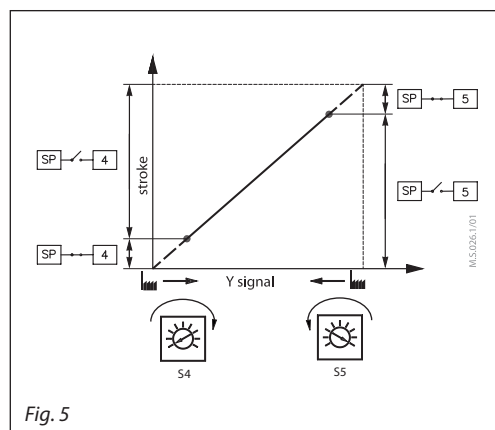

Fig. 5
**DIP6: C/P – Output signal mode selector** (Fig. 5):